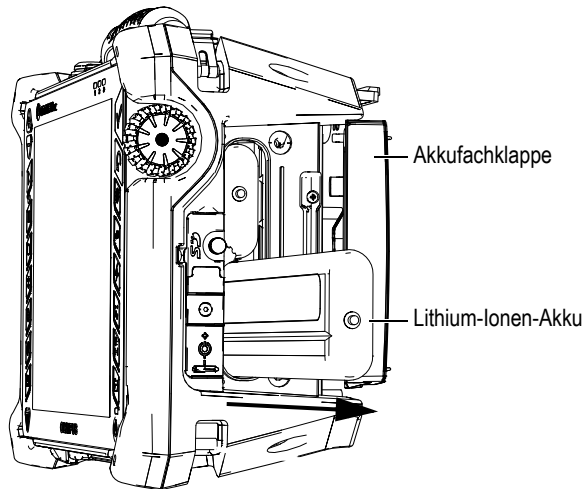

Abbildung 2-5 Entnehmen des Lithium-Ionen-Akkus
2. Ziehen Sie den Akku an der Stoffflasche heraus (siehe Abbildung 2-5 auf Seite 46).